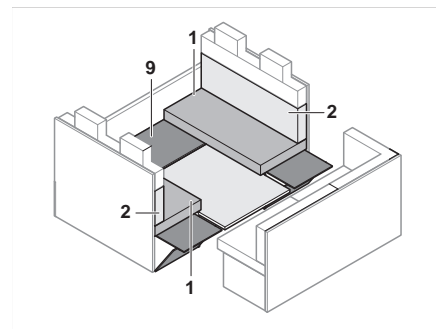

Bild 138 Under ombyggnaden
- Lägg på underlaget (Bild 138,9) igen.